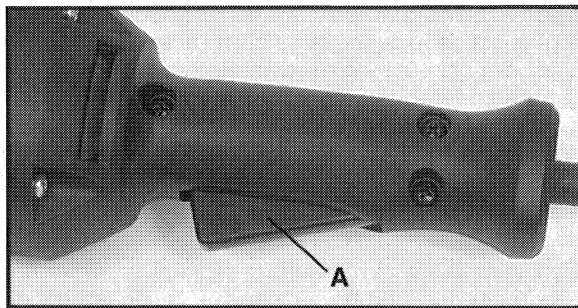

Fig. 1
2. Appuyez sur la gâchette (A) Fig. 1 pour mettre le moteur en marche. Relâchez la gâchette pour arrêter le moteur.